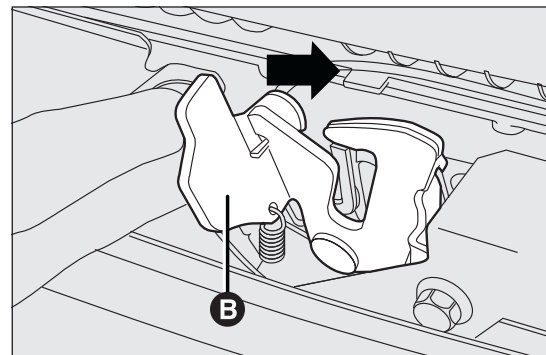

РИС. 77
- переместить вправо рычаг В РИС. 77 как показано на рисунке;